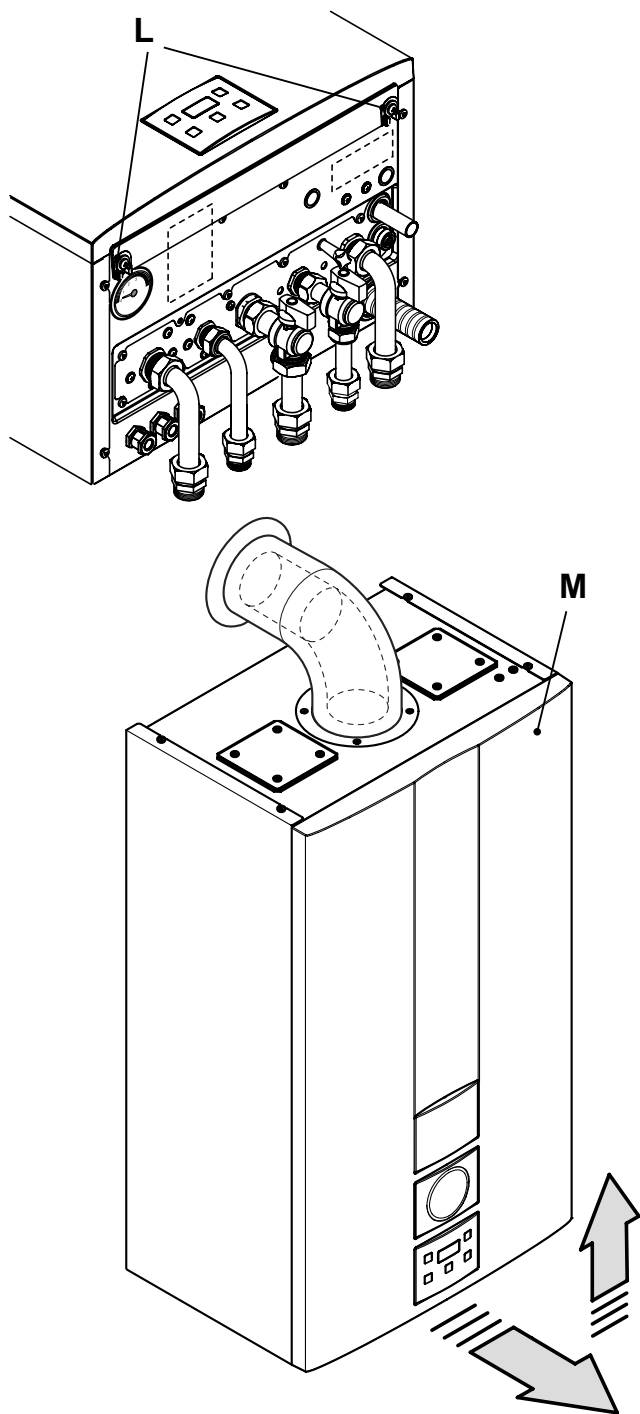

Figura 5.17
- Svitare le viti L e rimuovere il pannello frontale M tirandolo a sè e quindi spingendolo verso l'alto in modo da liberarlo dalle sedi superiori Figura 5.17 .